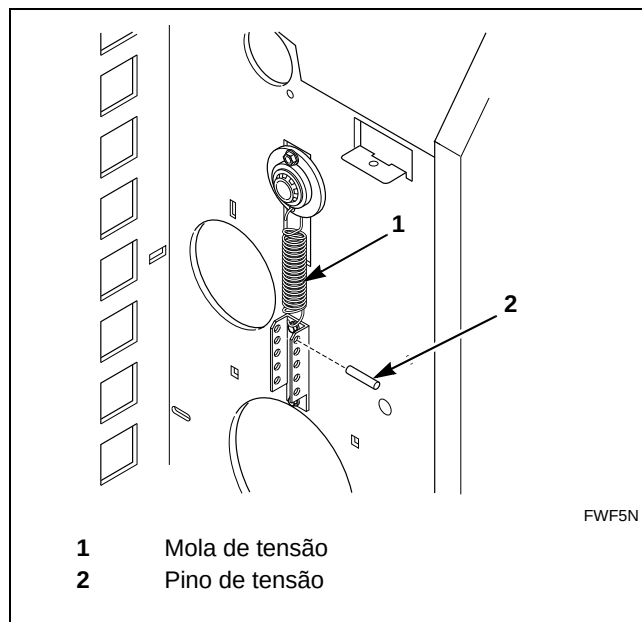

Figura 34
4. Desprenda a mola de tensão da cinta de devolução a partir do pino de tensão em cada lado da calandra. Consulte a *Figura 34*.